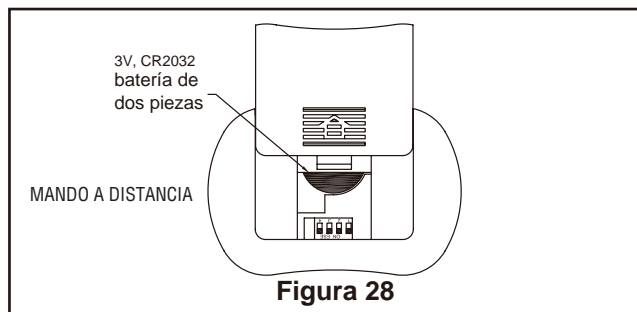

Figura 28
2. Para que funcione el ventilador, instale dos pilas de 3 voltios en el transmisor del mando a distancia. (si no se va a utilizar por largos periodos de tiempo, retire la batería para evitar daños al control remoto de mano.) Guarde el transmisor lejos del exceso de calor o humedad. (Figura 28)